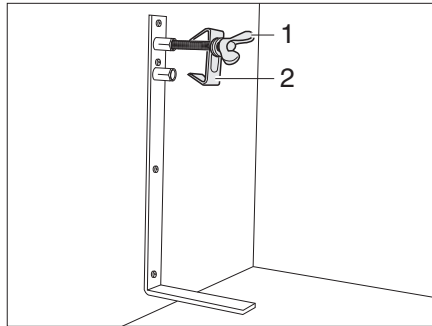

Bild 161 Reservhjulshållare
- Lossa skruven (Bild 161,1) och tag av den med centreringen (Bild 161,2).